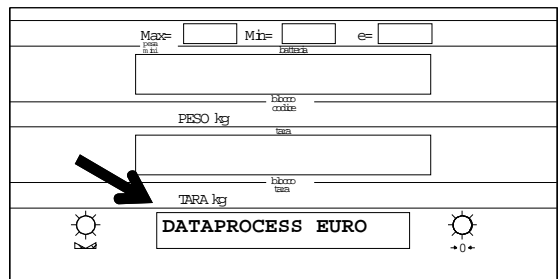

Figura 25
2.Digitare il nome del cliente, prodotto, ecc., (composto al massimo da 30 caratteri), come indicato nella figura 25, e confermare premendo il tasto: